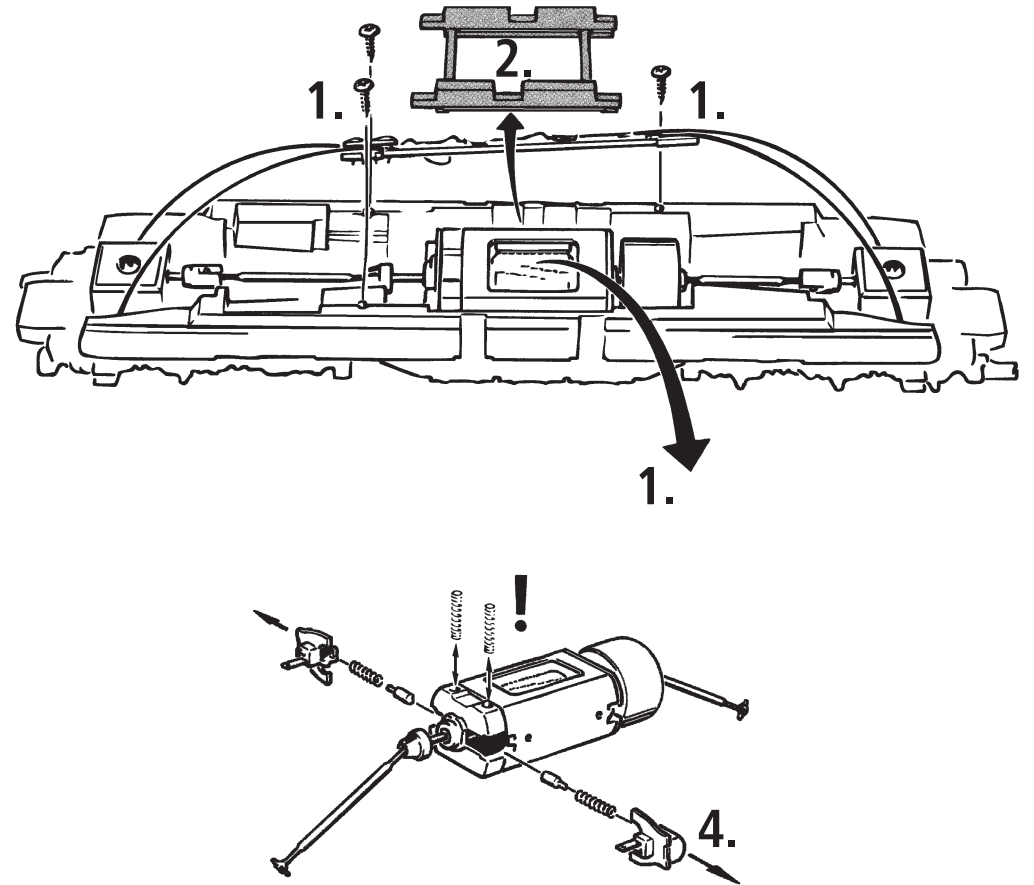

Fig. 9
Ausführung für Wechselstrom: siehe Fig. 9
A.C. operation: see fig. 9